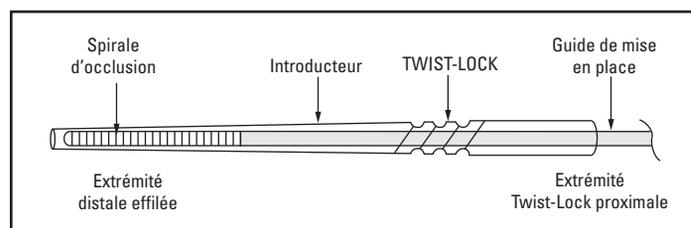

Figure 3. Introducteur avec mécanisme de verrouillage Twist-Lock
3. Libérer la spirale IDC à l'intérieur de son introducteur en pinçant légèrement la gaine de chaque côté du mécanisme de verrouillage Twist-Lock et en faisant tourner la partie proximale de 2 à 3 tours dans le sens contraire des aiguilles d'une montre (figures 3 et 4).